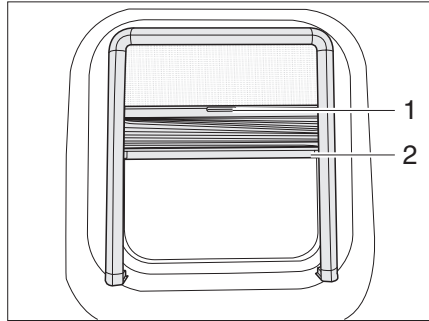

Fig. 30 Finestra apribile con smorzamento, aperta
- ▶ Afferrare per l'intaglio (Fig. 30,2) e tirare l'oscurante a rullo dall'alto verso il basso fino all'altezza desiderata.
- ▶ Afferrare per l'intaglio (Fig. 30,2) e sollevare l'oscurante a rullo.
- ▶ Abbassare la zanzariera a rullo afferrandola per la maniglia (Fig. 30,1).
- ▶ Sollevare la zanzariera a rullo afferrandola per la maniglia (Fig. 30,1).